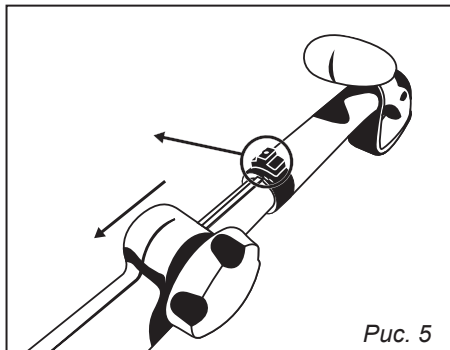

Рис. 5
2. Установите рукоятку, задвиньте до щелчка, для снятия рукоятки отведите фиксатор в сторону до упора и удерживая в таком положении разъедините (рис. 5).